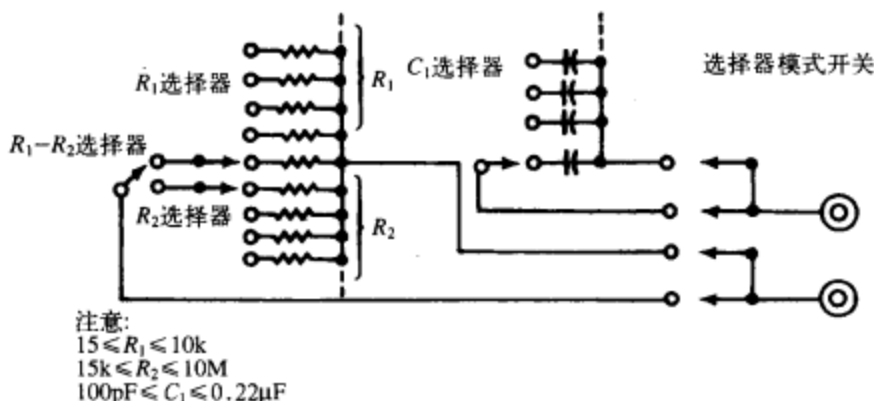

图2-6 这是可获得的商用阻容置换箱通用电路，VIZ型号WC-412A。该装置按1991年的币值大约值139美元，阻值和容值分别在 $15\Omega \sim 10M\Omega$ 和 $100pF \sim 0.2\mu F$ 范围。可以配置成开路、 RC 串联、纯电阻、纯电容、 RC 并联或者短路。参见正文
(8) 一些阻容置换箱。可以从R&D Electronics, 1432 South Main Street, Milpitas CA 95035, (408) 262-7144买一个VIZ型号WC-412A的置换箱, 也可咨询VIZ, 175 Commerce Drive, Fort Washington, PA 19034, (800) 523-3696, 我亲切地称之为“拧转阻容箱”(twiddle box, 见图2-6)。这个阻容箱可以设置成如下模